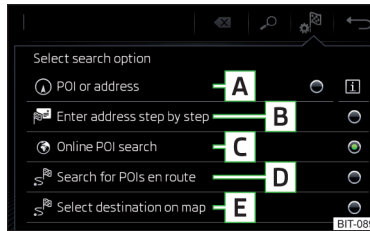

Fig. 211
Superficies de función » fig. 211
- Luego pulsar la superficie funcional de un punto del menú para la búsqueda del destino **A**, **C** o **D** » fig. 211 de la pág. 188.
- ▶ Luego pulsar la superficie funcional  → **E** » fig. 211 de la pág. 188.